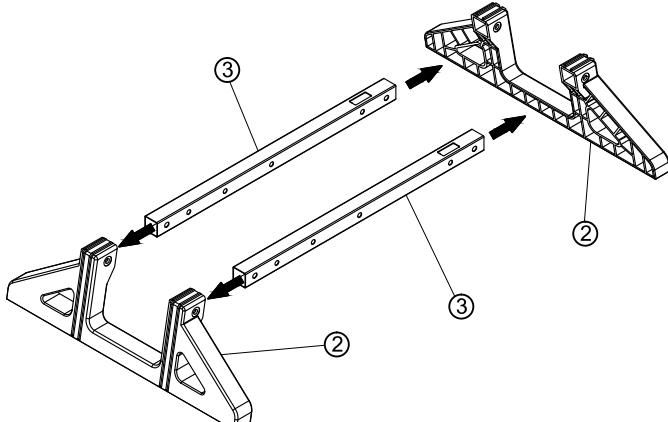

Figure 1.1
- Insérez les extrémités avant et arrière des supports ③ dans les supports de base ② , en alignant les trous de vis des supports de base ② avec ceux des supports ③ . (Voir Figure 1.1)